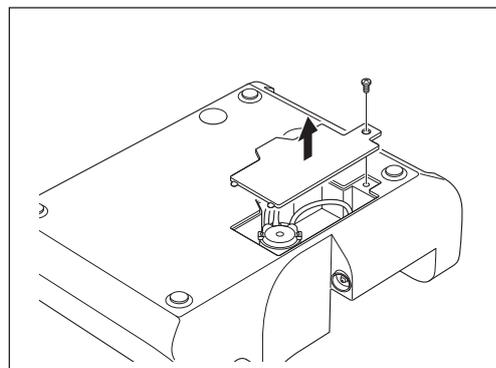

Fig. 50
- 2) Retournez le boîtier de contrôle. Utilisez un tournevis cruciforme pour retirer la vis du couvercle de la pompe d'irrigation, puis retirez le couvercle. (Fig. 50).